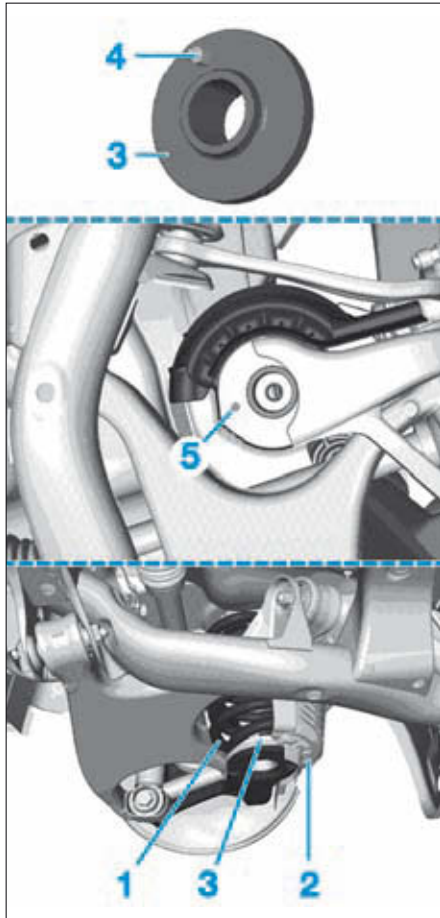

FIG. 31
- Mettre en place la coupelle (3) de ressort inférieure avec le tenon en (4) dans l'alésage (5) du porte-moyeu (Fig.31).
- Tourner le ressort hélicoïdal jusqu'en butée dans la coupelle inférieure (3) de ressort .